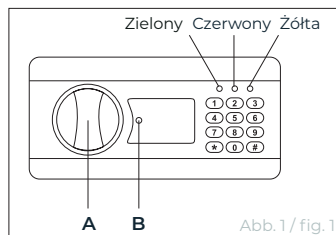
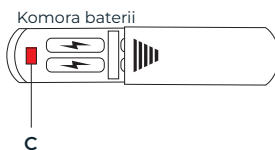

Abb. 1 / fig. 1
Abb. 2 / fig. 2
Para abrir la caja fuerte por primera vez, retire la tapa B sobre la cerradura de apertura de emergencia presionando firmemente sobre la zona elevada de la tapa (véase la fig. 1). A continuación, introduzca la llave de emergencia incluida en el volumen de suministro en la abertura de la llave y gire la llave de emergencia “en sentido contrario a las agujas del reloj” con la mano derecha y sujétela firmemente contra el tope en esta posición para liberar la cerradura mecánica. Al mismo tiempo, gire la palanca de apertura de la caja fuerte en el sentido de las agujas del reloj con la mano izquierda para poder abrir la caja fuerte en caso de emergencia.
A continuación, abra el compartimento de las pilas (véase la fig. 2) situado en la parte interior de la puerta e introduzca cuatro pilas AA en el compartimento (tenga en cuenta la polaridad). Para ello, deslice la tapa hacia abajo hasta que pueda retirarla. A continuación, cierre el compartimento de las pilas.
- Gire el mando A (ver Fig. 1) en el sentido de las agujas del reloj antes de que transcurran 5 segundos desde que suene el pitido.
- Para volver a bloquear la caja fuerte, cierre la puerta de la caja fuerte y gire el botón A (véase la fig. 1) en sentido antihorario.
Aby otworzyć sejf po raz pierwszy, należy zdjąć pokrywę B nad zamkiem awaryjnego otwierania, naciskając mocno na podniesioną część pokrywy (patrz rys. 1). Następnie należy włożyć klucz awaryjny znajdujący się w zestawie do otworu na klucz i obrócić klucz awaryjny prawą ręką w kierunku przeciwnym do ruchu wskazówek zegara, a następnie przytrzymać go mocno przy ograniczniku w tej pozycji, aby zwolnić blokadę mechaniczną. Jednocześnie lewą ręką należy przekręcić dźwignię otwierania sejfu w kierunku zgodnym z ruchem wskazówek zegara, aby sejf można było otworzyć w sytuacji awaryjnej. Teraz otwórz komorę baterii (patrz rys. 2) po wewnętrznej stronie drzwiczek i włóż cztery baterie AA do komory baterii (zwróć uwagę na biegunowość). Aby to zrobić, przesunąć pokrywę w dół, aż będzie można ją zdjąć. Następnie zamknij komorę baterii.
- Przekręć pokrętko A (patrz rys. 1) zgodnie z ruchem wskazówek zegara w ciągu 5 sekund od usłyszenia sygnału dźwiękowego.
- Aby ponownie zablokować sejf, zamknij drzwi sejfu i przekręć pokrętko A (patrz rys. 1) w kierunku przeciwnym do ruchu wskazówek zegara.
Om de kluis voor de eerste keer te openen, verwijdert u deksel B over het noodopeningsslot door stevig op het verhoogde gedeelte van het deksel te drukken (zie Fig. 1). Steek vervolgens de meegeleverde nood sleutel in de sleutelopening en draai de nood sleutel met uw rechterhand "linksom" en houd hem in deze positie stevig tegen de aanslag om het mechanische slot te ontgrendelen. Draai tegelijkertijd met uw linkerhand de hendel voor het openen van de kluis "rechtsom", zodat de kluis in geval van nood kan worden geopend.
Open nu het batterijvak (zie Fig. 2) aan de binnenkant van de deur en plaats vier AA-batterijen in het batterijvak (let op de polariteit). Schuif hiervoor het klepje naar beneden totdat het verwijderd kan worden. Sluit nu het batterijvak.
- Draai knop A (zie Fig. 1) met de klok mee binnen 5 seconden na het geluidssignaal.